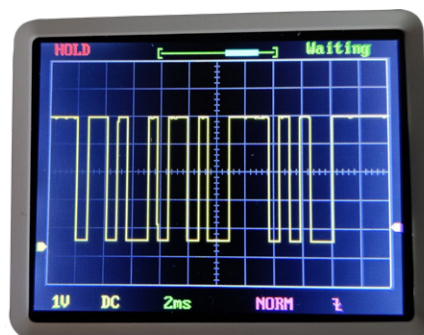

Bild 1. Der Bitstrom für den Befehl Light on.
Ich fand heraus, dass die Kommunikation zwischen dem Kochfeld und der Abzugshaube über Infrarotlichtsignale (IR) erfolgt, die mit 38 kHz moduliert werden. Da dies eine Standardfrequenz für IR-Fernbedienungen ist, habe ich ein IR-Empfängermodul an ein Oszilloskop angeschlossen, um zu sehen, wie die Ausgabe aussieht. Das Kochfeld kann sieben verschiedene Befehle ausgeben: *Licht an*, *Licht aus* und die Geschwindigkeiten 0 bis 4. **Bild 1** zeigt den aufgezeichneten Bitstrom für den Befehl „*Licht an*“. Ein Vergleich der Bitströme aller Befehle zeigt, dass sie alle aus 24 Datenbits bestehen, denen ein einzelnes Startbit vorangestellt ist. Die Bitlänge betrug etwa 0,72 ms, was etwa 1,4 Kbit/s entspricht.